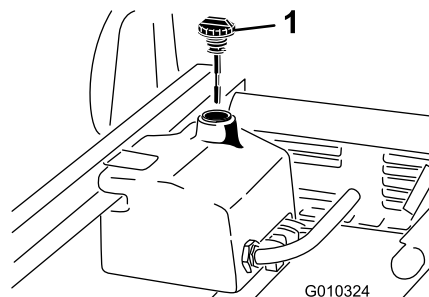

図 73
4. 油圧オイルタンクの注油口周辺をきれいに拭き、キャップを外す 図 73。